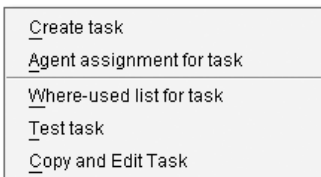

Abbildung 8.7 Dropdown-Liste zum Anlegen einer Aufgabe im Workflow Builder
3. Wählen Sie in der Liste für den Button neben AUFGABE die Option AUFGABE ANLEGEN (siehe Abbildung 8.7).